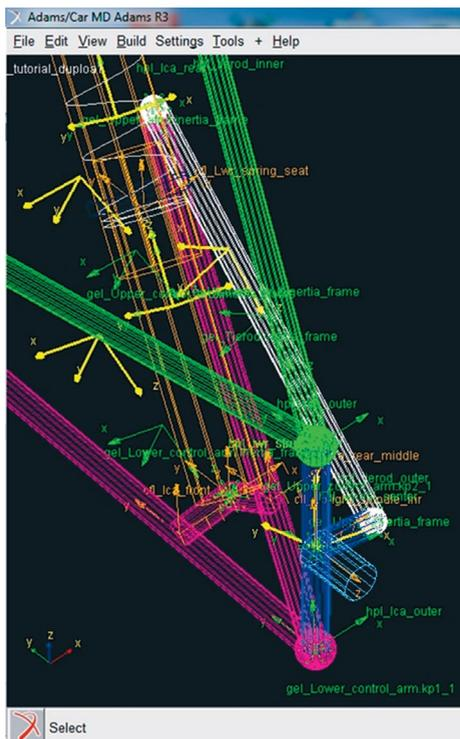

Figura 5.105 – Ilustração das esferas criadas nas extremidades da barra de direção (em branco).
- A Figura 5.105 ilustra as esferas criadas nas extremidades da barra de direção, segundo as Figuras 5.103 e 5.104.